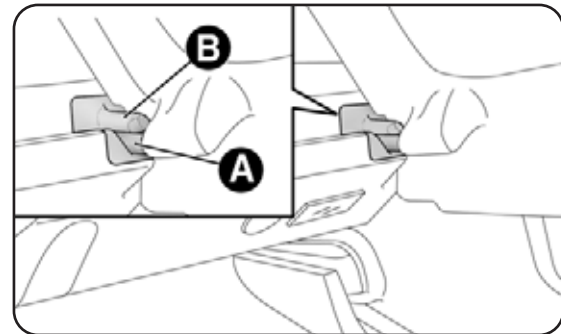

fig. 63
- libere los pernos A-fig. 63 situados por el exterior de la repisa de sus alojamientos B en los soportes laterales y luego desmonte la sombrerera hacia fuera.